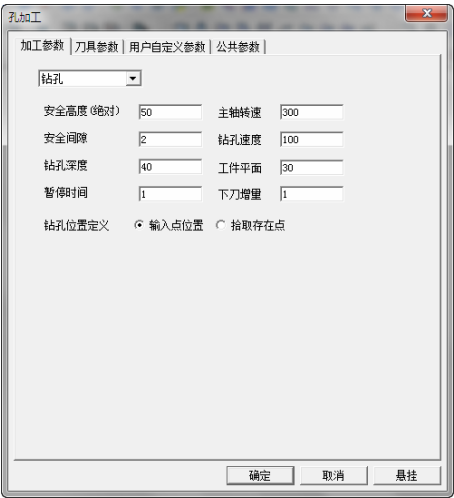

图 8-142 “孔加工”对话框
1) 选择下拉菜单“加工”→“其他加工”→“孔加工”命令,弹出“孔加工”对话框,选择“钻孔”类型,“钻孔位置定义”选择“输入点位置”,其他参数如图 8-142 所示。